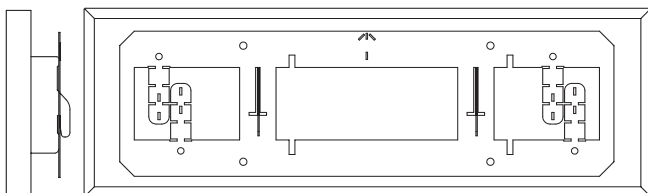

Bild 3. Montage, ÖLS med fästram.
- Dondelen hakas fast i fästramens konsol, bild 3.